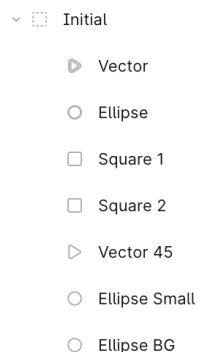

Рис. 3.73. Группа графических элементов
3) Объедините в общую группу все графические элементы из которых состоит Насос и назовите её «Initial» (переводится, как «Исходная», рис. 3.73).